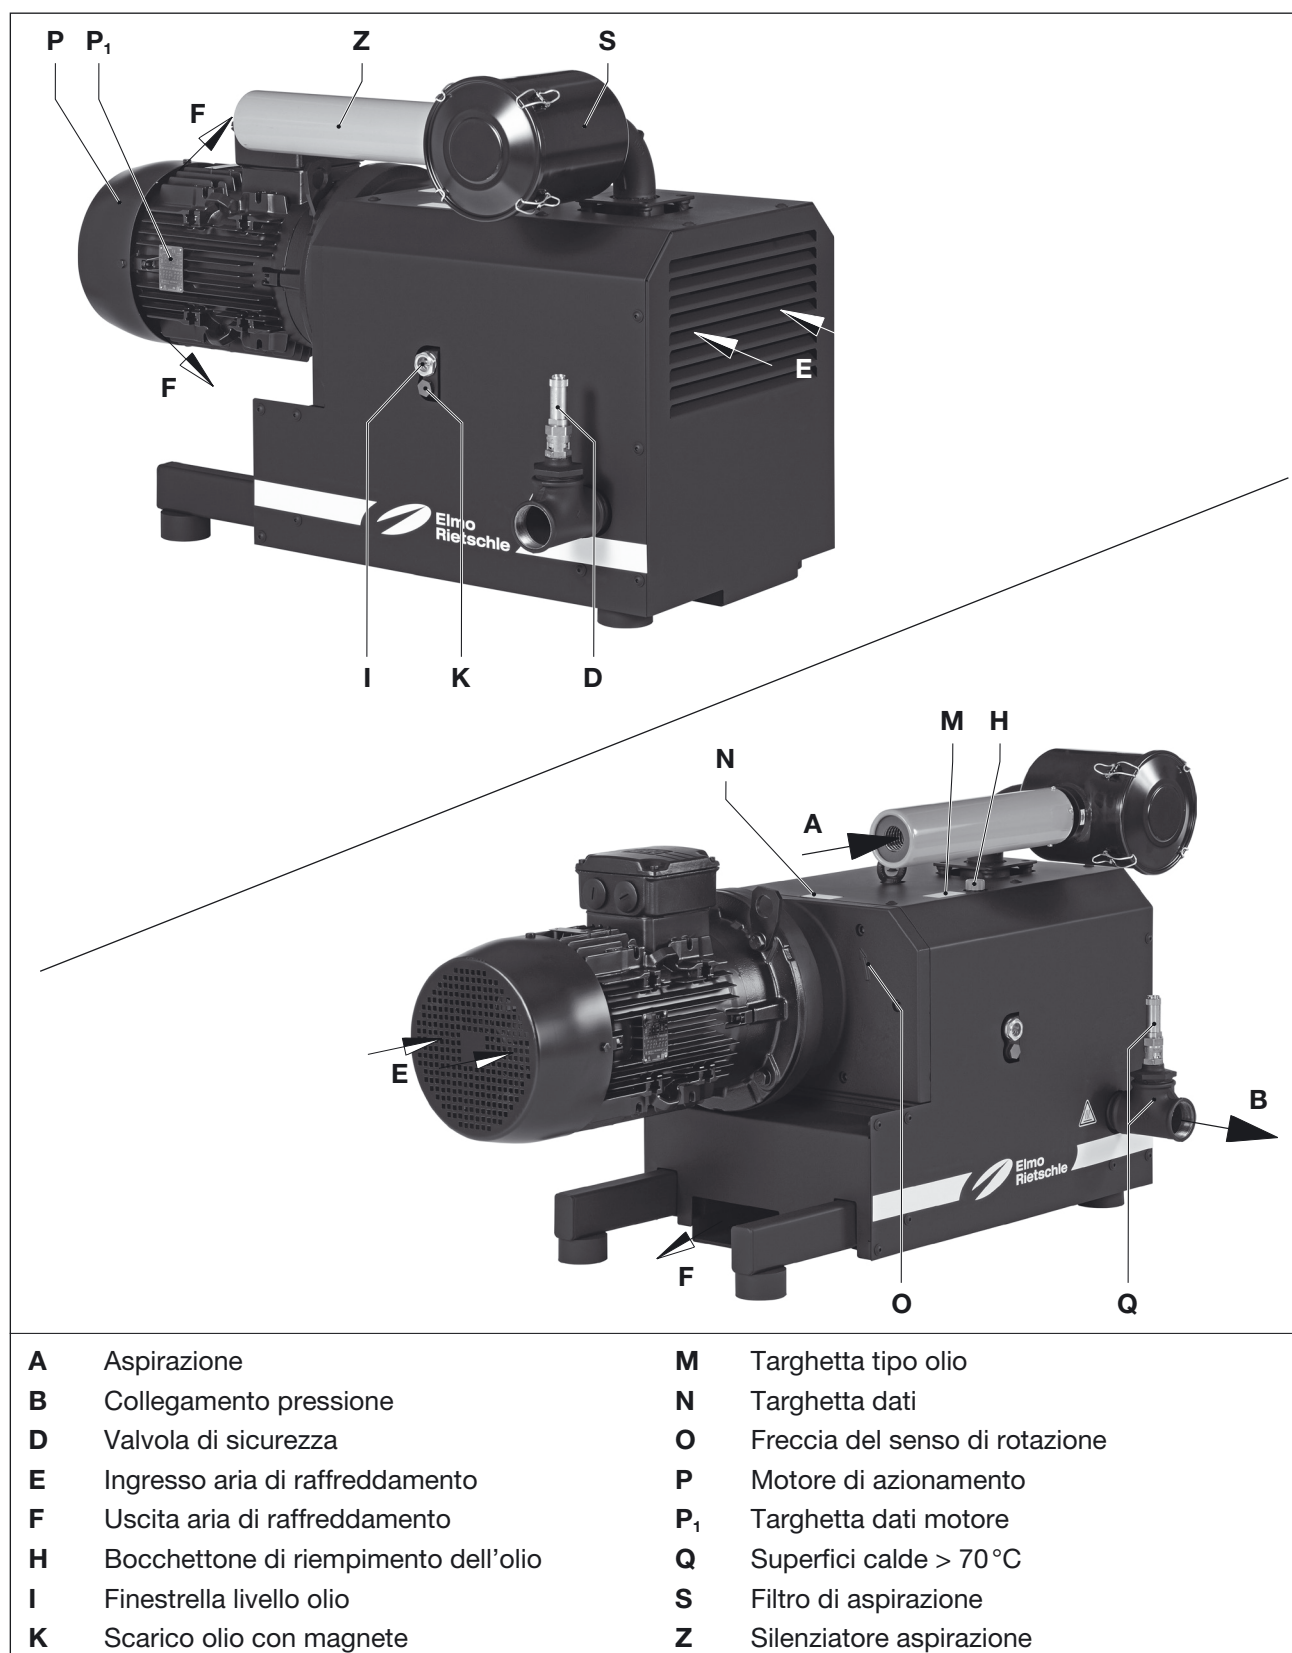

Fig. 2 Compressore C-DLR 301
- Il bocchettone di riempimento dell'olio (Fig. 2/H), la finestrella livello olio dell'olio (Fig. 2/I), e lo scarico dell'olio (Fig. 2/K) devono essere facilmente accessibili.
Il collegamento della pressione si trova sul lato della macchina (Fig. 2/B).
- a) Rimuovere i tappi ciechi/la pellicola adesiva dall'aspirazione (Fig. 2/A) e dal collegamento della pressione (Fig. 2/B).
- b) Collegare la tubatura sul collegamento della pressione (Fig. 2/B).
- a) Controllare il livello dell'olio lubrificante sulla finestrella livello olio (Fig. 2/I) ed eventualmente aggiungerlo.
- b) Rabboccare l'olio lubrificante per ruote dentate e cuscinetti nel bocchettone di riempimento dell'olio (Fig. 2/H) fino al centro della finestrella livello olio (Fig. 2/I).
I dati elettrici del motore sono indicati sulla targhetta dati (Fig. 2/N) ossia sulla targhetta dati del motore (Fig. 2/P₁). I motori sono conformi a DIN EN 60034 e sono eseguiti con classe di protezione IP 55 e classe isolamento F. Lo schema di collegamento è situato nella morsettiera del motore (non si applica nella versione con collegamento a spina).
- b) Il senso di rotazione del motore deve corrispondere alla freccia di direzione (Fig. 2/O) sulla flangia del motore. Controllare la direzione rotazione!